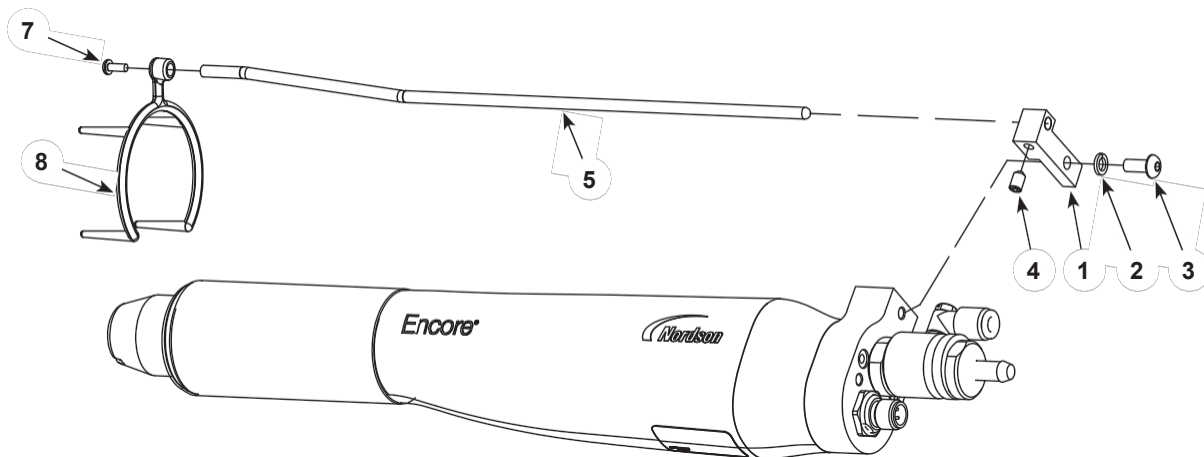

Figure 3-4 Connexions de l' du pistolet pulvérisateur- Buse conique illustrée
1. Voir la figure 3-4. Installez le bloc de montage (1) sur le pistolet pulvérisateur à l'aide de la rondelle de blocage M5 et des vis (2, 3).
2. Insérez la tige collectrice (5) dans le bloc et fixez-la à l'aide de la vis de réglage M5 x 8 (4) fournie dans le kit collecteur d'ions.
3. Glissez l'embout multipoint (6) sur l'écrou de la buse et fixez-le à la tige du collecteur à l'aide de la vis M3 (7).
3. Voir la figure 3-4. Desserrez la vis de réglage (4) et éloignez la buse multipoint de l'extrémité avant du pistolet pulvérisateur.